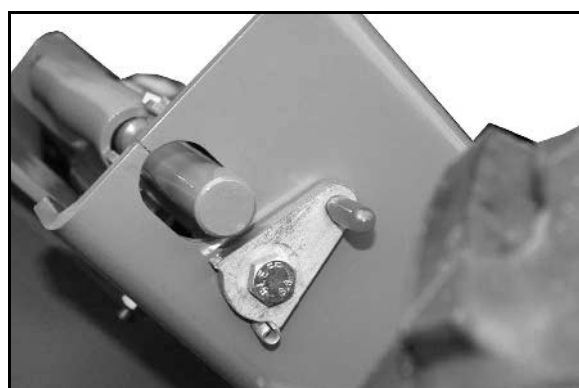

Рис. 27
1. Установите шаровой кран (Рис. 27/1) в положение В.